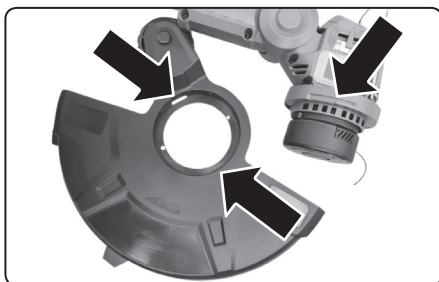
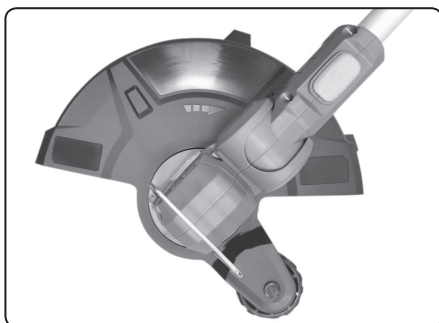
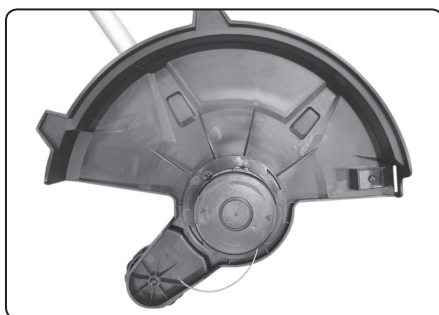

Abb. 1A
Abb. 1B
Abb. 1C
- Setzen Sie die Schutzabdeckung in die Nuten am Trimmergehäuse ein und sichern Sie sie durch Anschrauben (siehe Abb. 1A). Die Position der korrekt angebrachten Schutzabdeckung ist in Abb. 1B und Abb. 1C gezeigt.
- Ziehen Sie die Enden des Distanzbügels entsprechend von Hand auseinander und führen Sie ihn gemäß Abb. 1, Position 7, in die Löcher des Mähkopfs ein. In der angepassten Position kann er zum Trimmen auf horizontale Positionen eingestellt oder nach oben gekippt werden (Abb. 1B), wenn es nicht benötigt wird.